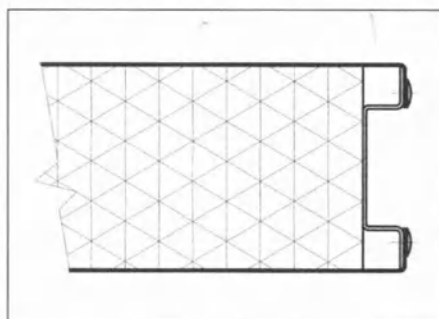

Рис.18 S - как М без замков
- S - как M без замков (рис. 18)